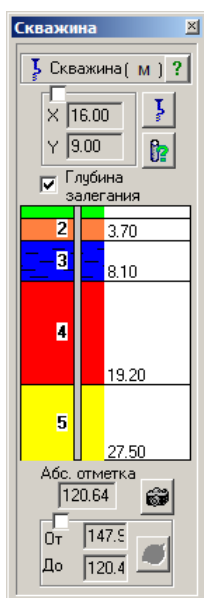

Рис.11.5.2. Плавающее окно **Скважина**
- В открывшемся плавающем окне **Скважина** (рис. 11.5.2) выполните следующие действия:
На рисунке плавающего окна **Скважина** (рис. 11.5.2) будет построен геологический разрез по скважине в указанной произвольной точке.